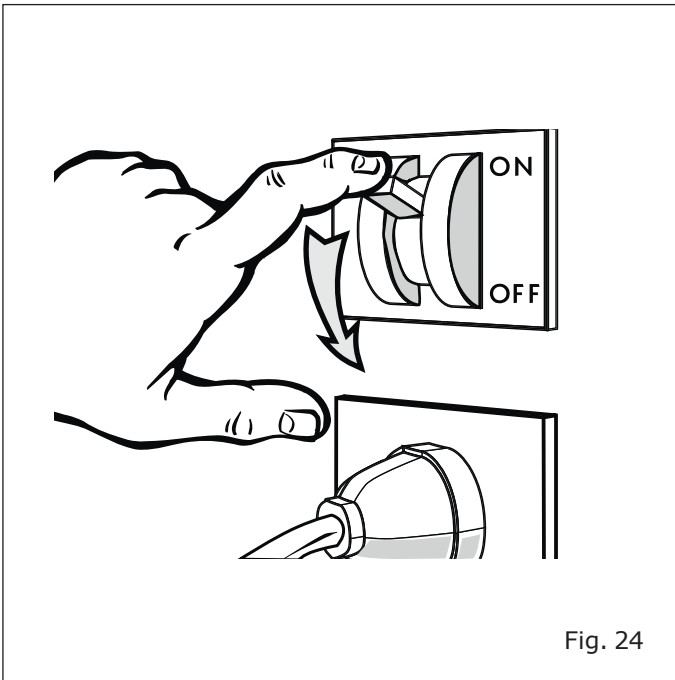

Fig. 24
- Retirar a tensão elétrica ao balcão através do interruptor seccionador geral colocado na parede ("Fig. 24").